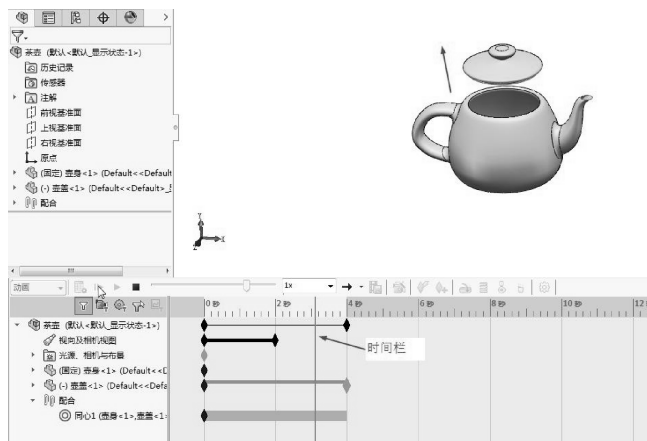

图 8-16 创建动画
- 11 单击【计算】按钮 , 完成茶壶动画的创建, 如图 8-16 所示为茶壶壶盖在动画过程中的状态。